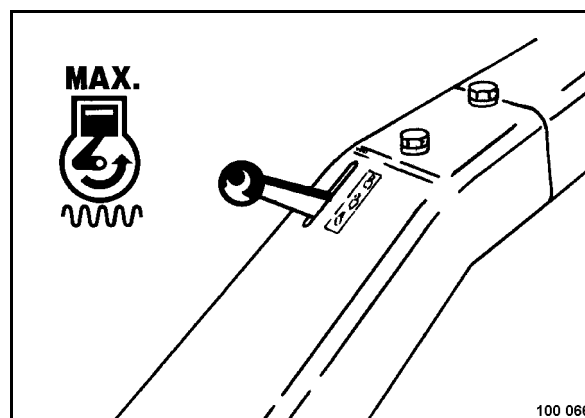

Fig. 27
- Colocar la palanca reguladora de revoluciones (Fig. 27) a posición "MAX".